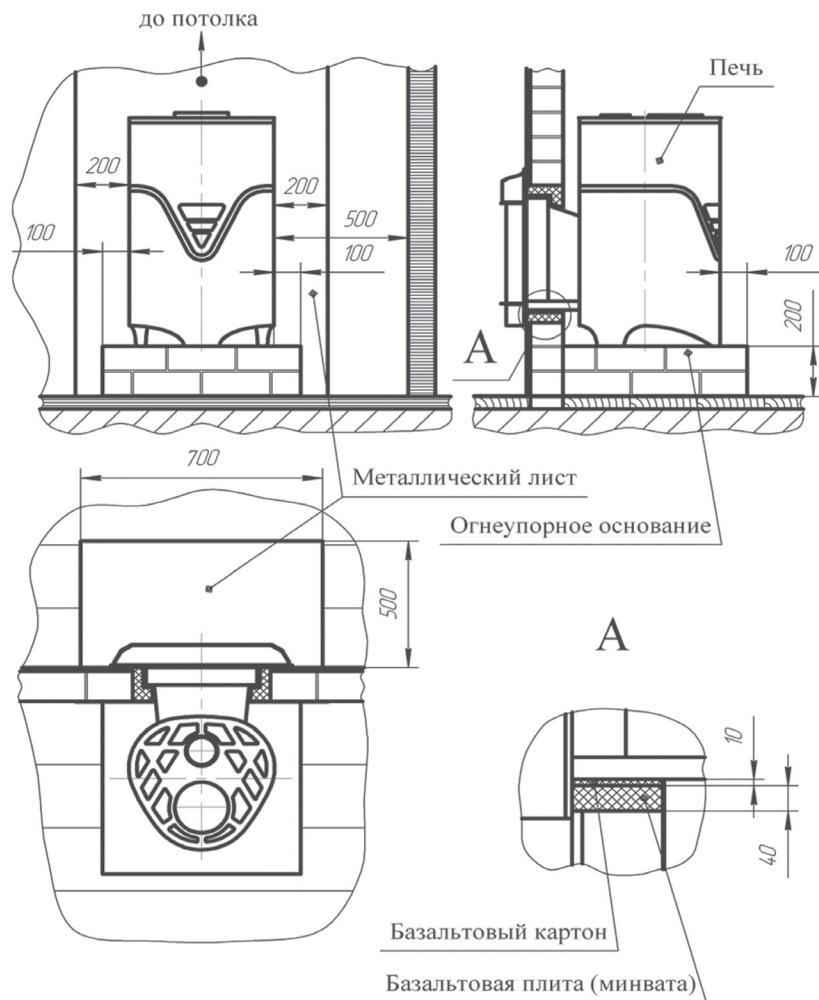

Рисунок 8.1. Схема установки печи на минимально безопасном расстоянии от несущих и ограждающих конструкций.
8.2.1. Печь, не более одной, устанавливают в парной на безопасном расстоянии от несущих и ограждающих конструкций (рис. 8.1).